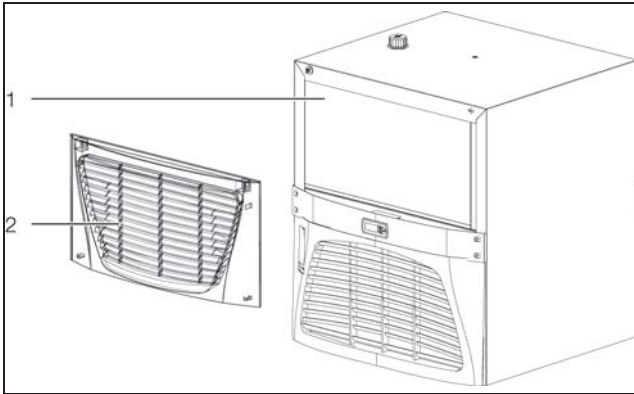

Abb. 60: Verflüssiger reinigen (abgebildet 3320.6xx und 3334.6xx)
- Ziehen Sie das Lamellengitter (Abb. 60, Pos. 2) an der Vorderseite des Chillers ab.
- Reinigen Sie den Verflüssiger (Abb. 60, Pos. 1) mit Druckluft.